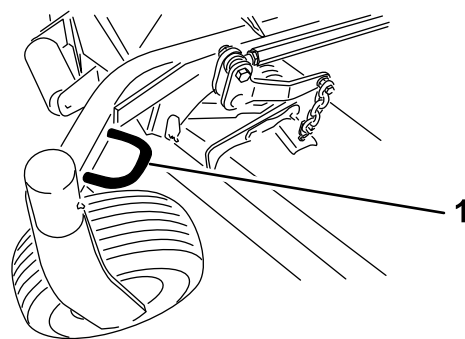

Figura 37
- fissate la macchina al rimorchio o all'autocarro con sicurezza per mezzo di cinghie, catene, cavi o funi, nel pieno rispetto delle norme previste dal codice della strada per la vostra zona (Figura 37).